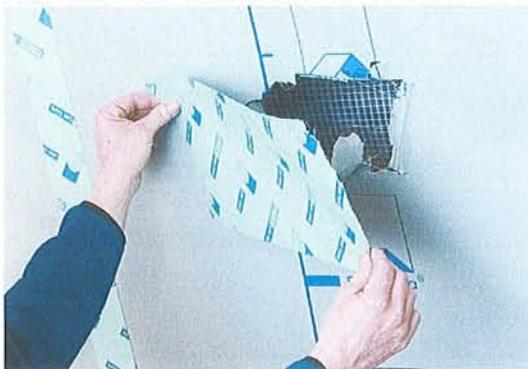

fig. 8 : colmatage des endommagements avec pro clima UNI TAPE XL
4.28 Réparation des endommagements de la membrane INTELLO/INTELLO PLUS (fig. 8).